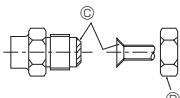

Fig. 5-1
Ⓐ (Fig. 5-1)
Ⓑ (Fig. 5-1)
5.2. Свързвани тръби (Fig. 5-1)